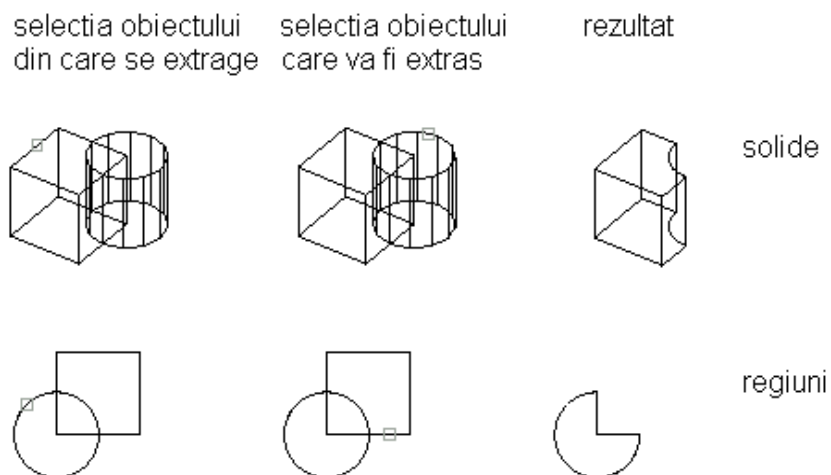

Fig. 2.27 (ref Autodesk Inc.Documentație)
4.5 *SOLIDE CA DIFERENȚĂ ÎNTRE ALTE SOLIDE* (fig. 2.27 ). Comanda echivalentă: